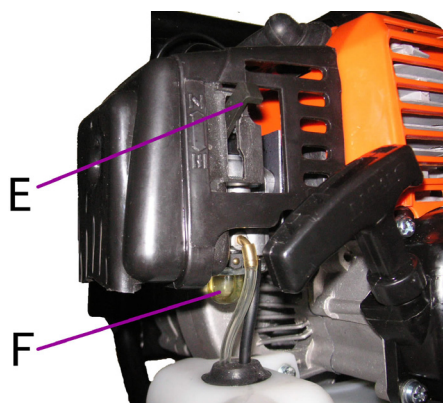

Рис. 6
4. Установите рычаг воздушной заслонки (Е, Рис.6) в положение «Закрыто».
5. Нажмите насос подкачки (F, Рис.6) несколько раз, пока топливо не выйдет из топливной трубки.